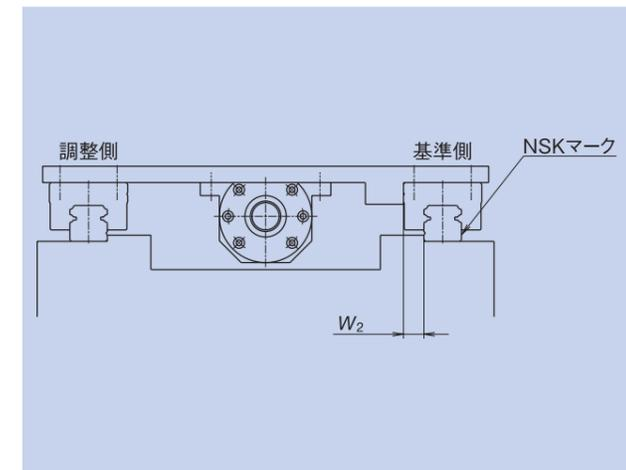

図 10 最も多く用いられる基準のとり方
- ・基準側リニアガイドのレールを機台のレール、及びスライダ取付面に押し当てて取り付ける場合は、組み付けられている数個のスライダ取付基準面とレール取付基準面の間の寸法(組立幅寸法)W₂、またはW₃の相互差を小さくする必要があり、精度規格として定めています。(図10、11)